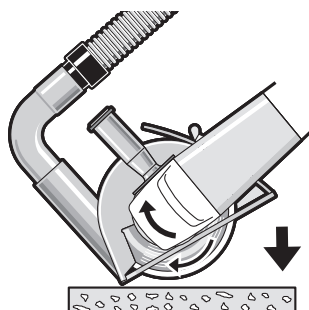

FIG. 19
- a. Inclinez l'outil vers l'avant de façon que la meule soit alignée sur le trait de coupe, et tenez l'outil par le corps de la meule et la poignée auxiliaire (Fig. 19).